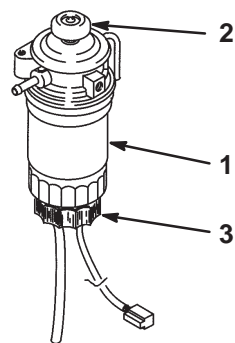

Figure 22
3. Dévissez le bouchon de vidange situé sur le filtre à carburant/séparateur d'eau d'environ un tour et vidangez l'eau qu'il contient. Le cas échéant, actionnez la pompe d'amorçage pour vidanger l'eau (Fig. 22). Revissez le bouchon quand la vidange est terminée.